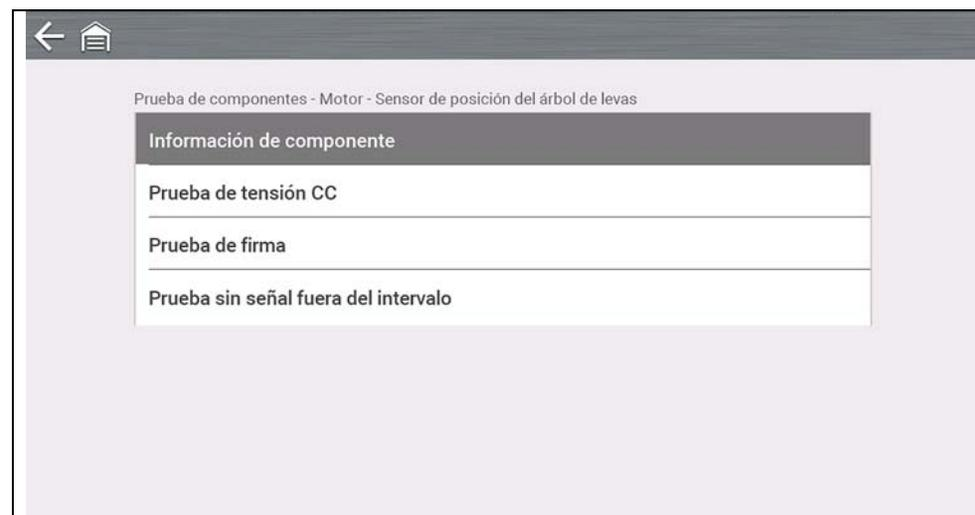

Figura 7-5
- Seleccione **Información sobre los componentes** del menú Prueba de componentes (Figura 7-5).